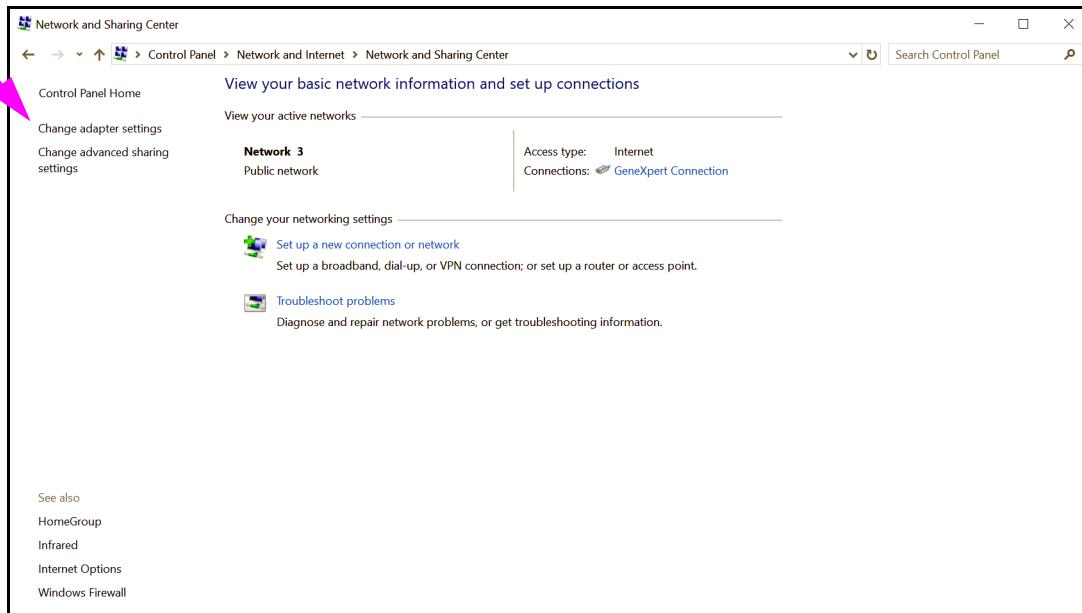

Figura 2-45. Ecrã Network and Sharing Center (Centro de rede e partilha)
4. Clique em **View network status and tasks (Ver estado e tarefas da rede)**. Aparece o ecrã **Network and Sharing Center (Centro de rede e partilha)**. Consulte a figura 2-45.